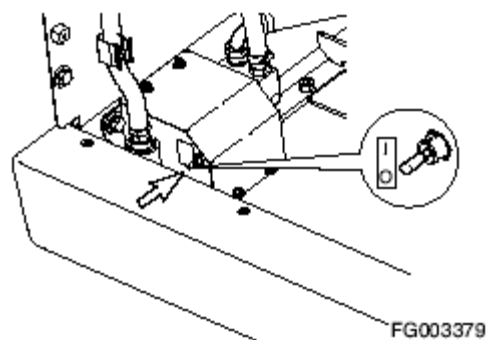

Рисунок 138
2. Установите переключатель топливного насоса (5, Рисунок 138) на передней стороне аккумуляторной коробки в положение «I» (ВКЛ).
3. Поверните переключатель топливного насоса (Рисунок 138) в положение «I» (ВКЛ).